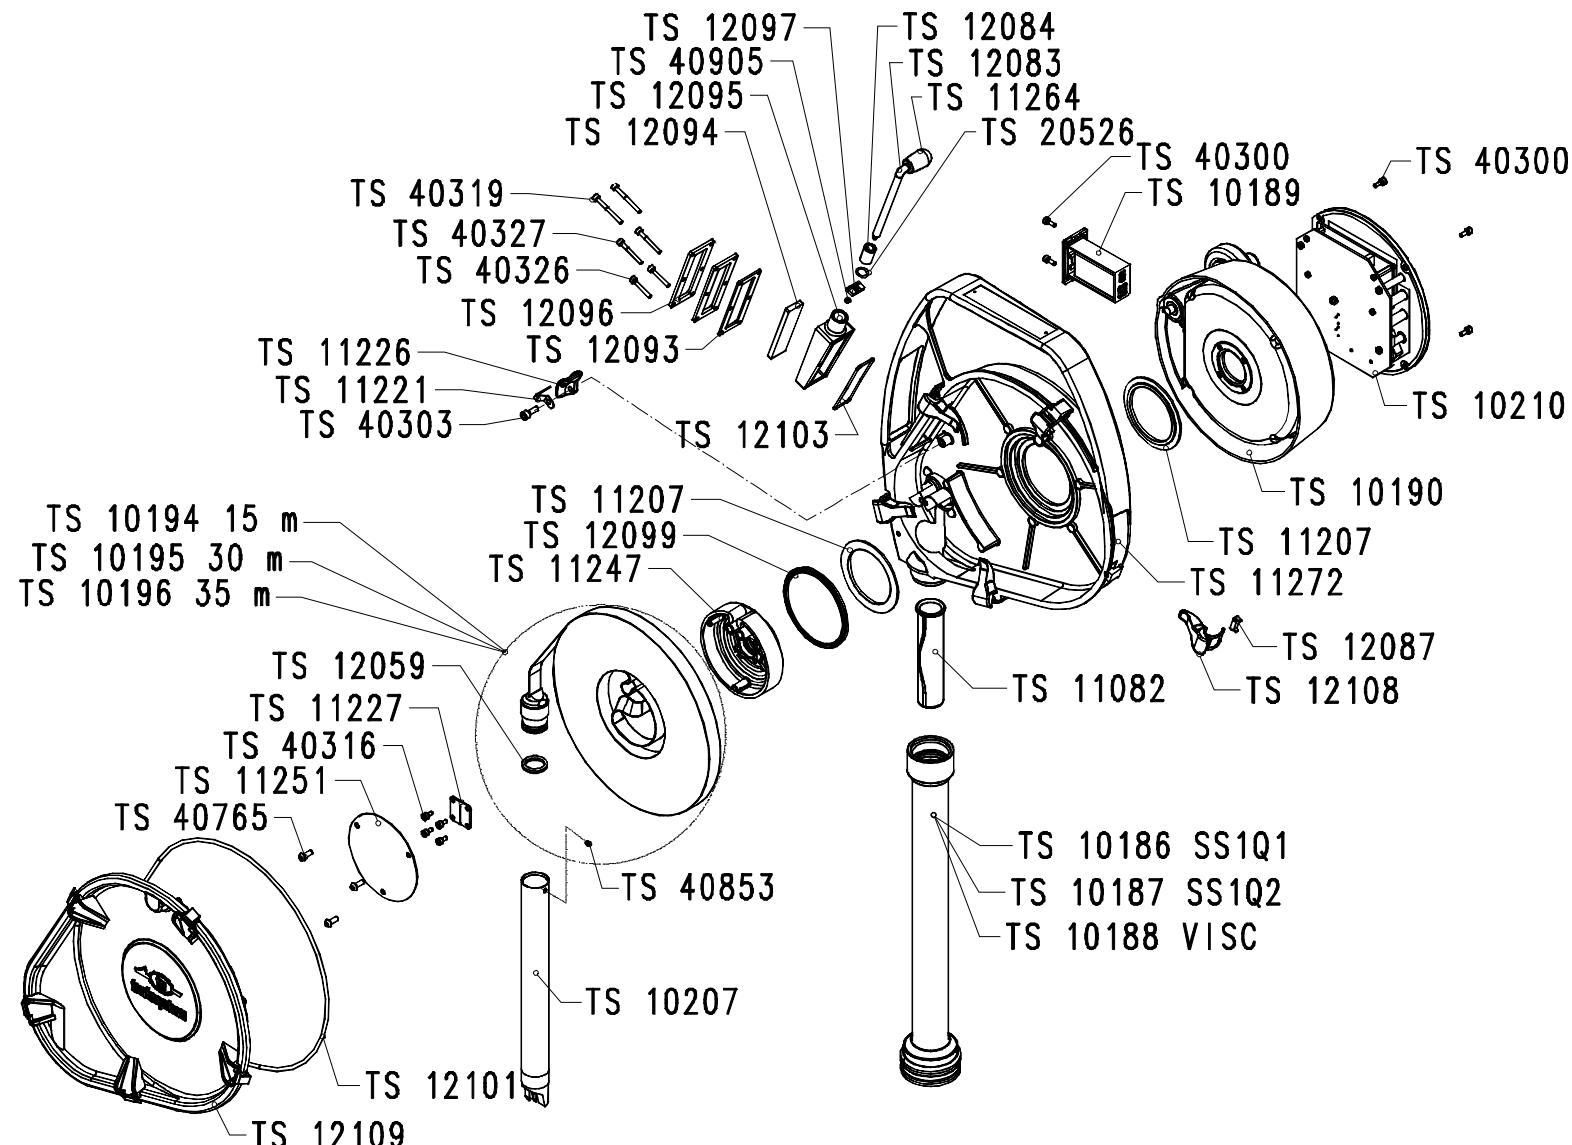

Рисунок 13-1: общая сборка, список основных запчастей
- Рисунок 13-1: общая сборка, список основных запчастей